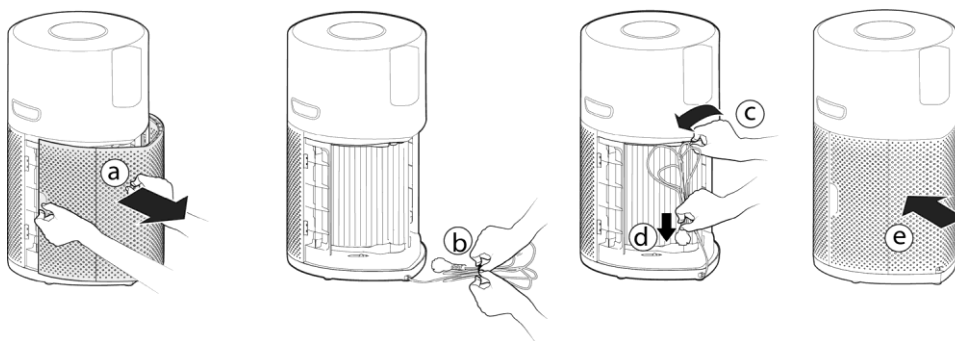

Рис. 15
4. Зніміть кришку блока забору повітря [Рис. 15а] та обережно складіть шнур [Рис. 15b]; підвісьте його на гачку [Рис. 15c], закріпивши за допомогою гачка для зберігання, а відтак уставте вилку в транспортне положення [Рис. 15d]. Установіть кришку блока забору повітря. [Рис. 15e]